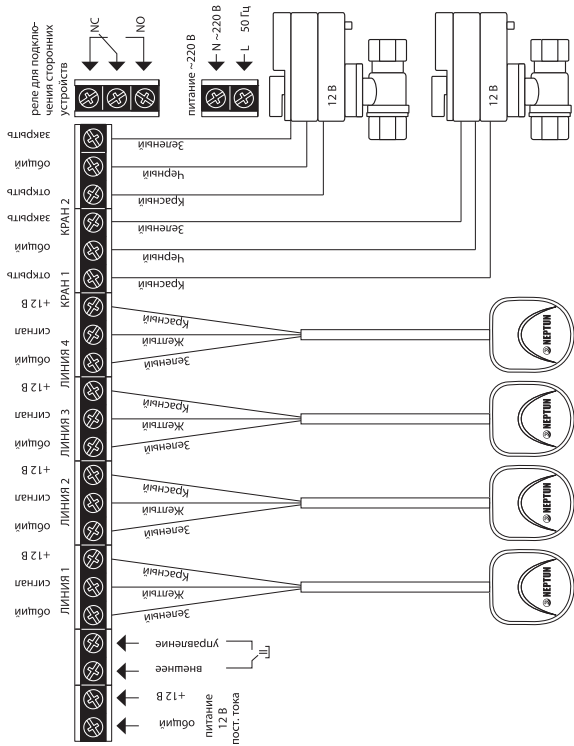
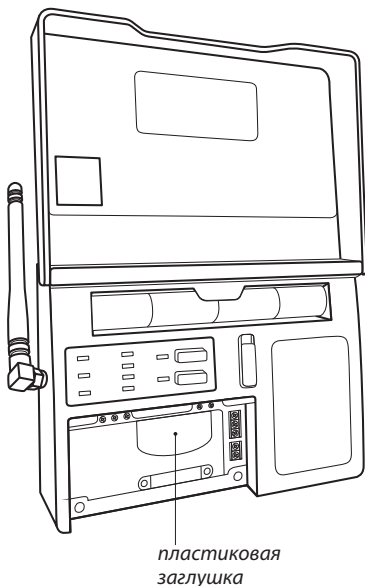

Рис. 5. Схема подключения кранов шаровых с электроприводом серии Neptun Vigatti Pro 12 В к модулю управления Neptun ProW+ WiFi
Рис. 6. Вид модуля управления Neptune ProW+ WiFi с открытой крышкой коммутационного отсека
Модуль управления Neptun ProW+ WiFi (см. рис. 5) имеет:
Подключение прибора к сети электропитания переменного тока производите в строгом соответствии со схемой подключения (рис. 5), которая изображена на внутренней стороне крышки прибора.
3. Откройте крышку коммутационного отсека (рис. 6).
4. Выполните подключение проводных датчиков серии SW, проводов электропитания и кранов с электроприводами в соответствии со схемой на рис. 5. При необходимости, для ввода проводов в коммутационный отсек удалите пластиковую заглушку, расположенную в нижней части корпуса прибора при помощи отвёртки (рис. 6, 7).
Для этого, подключите выносной выключатель к соответствующим клеммникам модуля управления (см. рис.5).